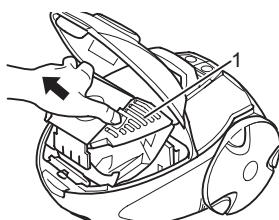

Abb. 17
3. Ziehen Sie den Staubbeutelhalter samt Staubfilterbeutel (Abb. 17/1) wie abgebildet grade nach oben heraus.